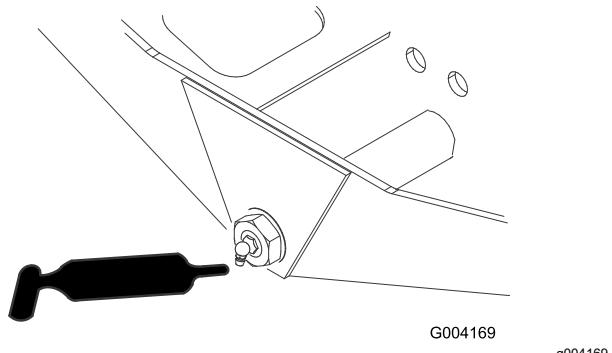

Figura 45
- Pivote de dirección del eje (1) – Figura 45